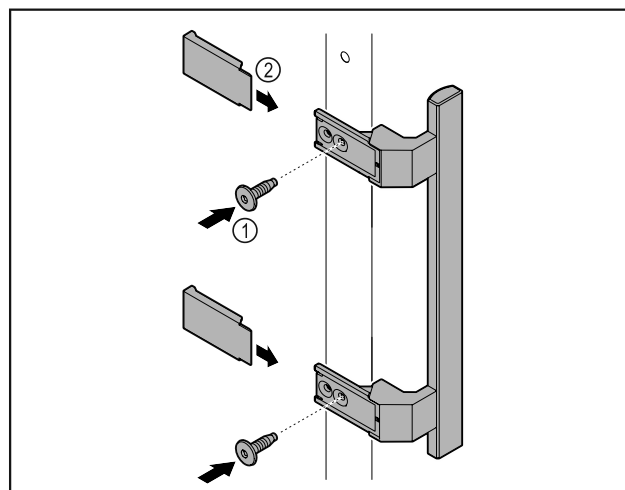

Fig. 6
- ▶ Meegeleverde greep met de meegeleverde schroeven Fig. 6 (1) op de deur aanbrengen.
- ▶ Afdekking Fig. 6 (2) plaatsen.